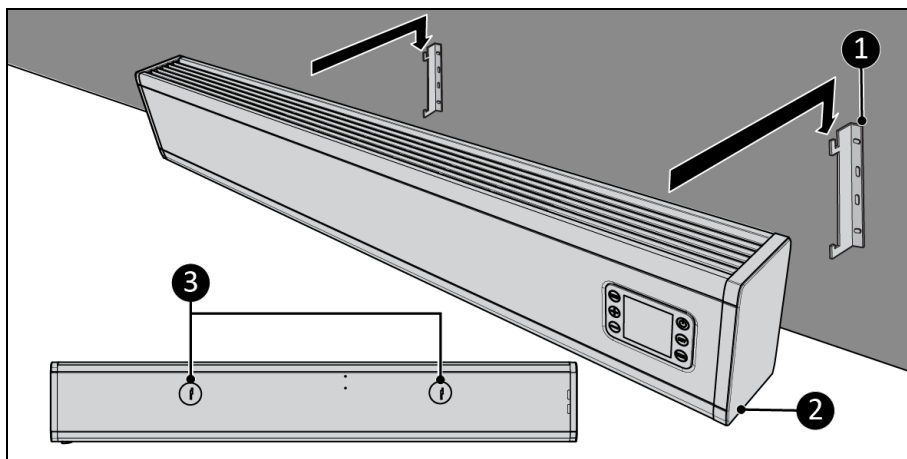

Figure 11
7. Placez les trous des supports (figure 11, pos. 3) sur les supports muraux (figure 11, pos. 1).
8. Glissez l'appareil (figure 11, pos. 2) dans les ouvertures des supports muraux (figure 11, pos. 1).